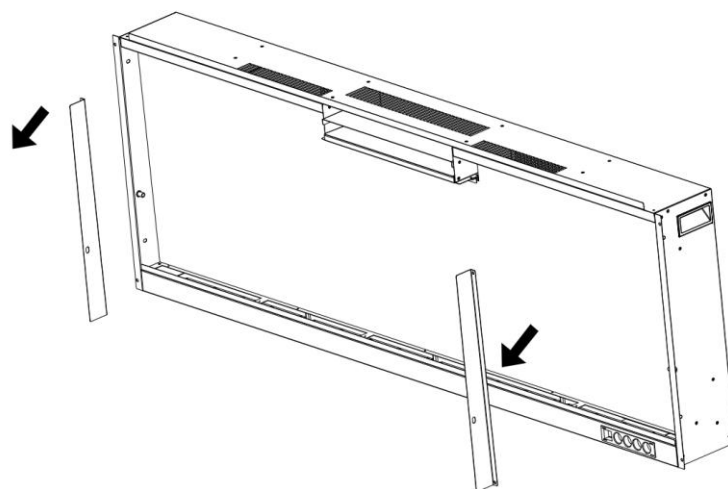

рис. 2-2
- В.** Снимите две скобки и отложите их в сторону (**рис. 2-2**)